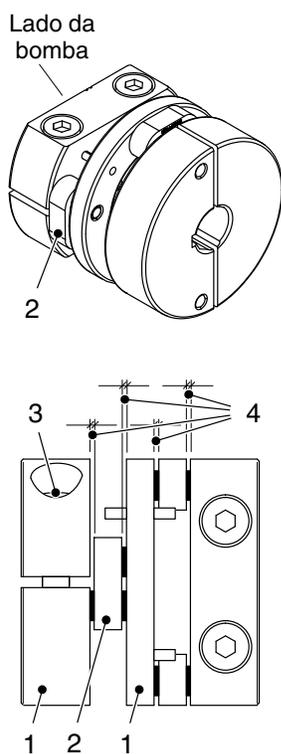

Fig. 7-19
A folga axial, quer dizer a soma das quatro folgas (4, Fig. 7-19) tem de ser de pelo menos 2 mm (0,08 in) de ar, para ter em conta a dilatação térmica durante a operação.
5. Alinhar os discos do acoplamento (1) centralmente um com o outro e deixar os elementos do acoplamento (2) pendurados verticalmente (consulte a fig. 7-19). Rode com a mão a metade do acoplamento, que se encontra montada no veio do motor, até à posição correcta.
6. Aperte os parafusos do acoplamento (3). Binário: 36 Nm / 320 lbin.